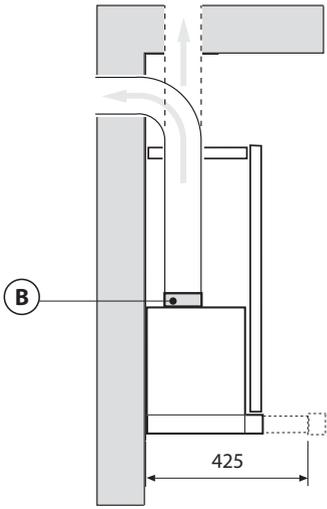
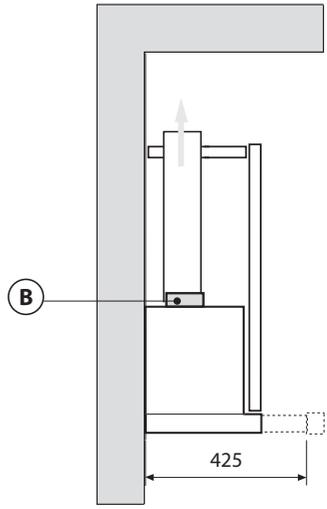
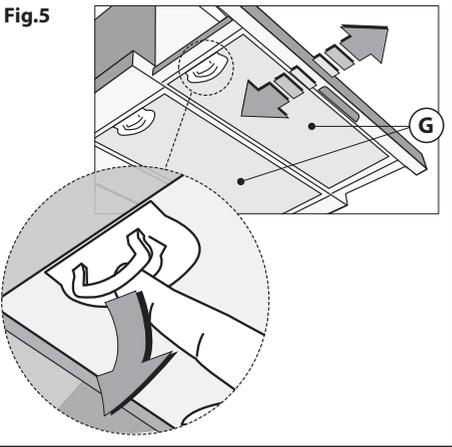

Fig.4
Fig.5
Fig.6
- Voordat u verder gaat met de montage dient u, om het apparaat makkelijker te kunnen verplaatsen, de anti-vefilter(s) te verwijderen (Afb.5).
De filters moeten op het zuigsysteem aan de binnenkant van de afzuigkap bevestigd worden, nadat deze gecentreerd zijn worden te geblokkeerd door een draai van 90° graden tot de sluitingsklik (fig. 6) . Om deze handeling uit te voeren de graat **G** (fig. 5) verwijderen. De lucht wordt weer in de ruimte afgevoerd via een verbindingsbuis door de kast en aangesloten aan de verbindingssing **B** (fig. 4).